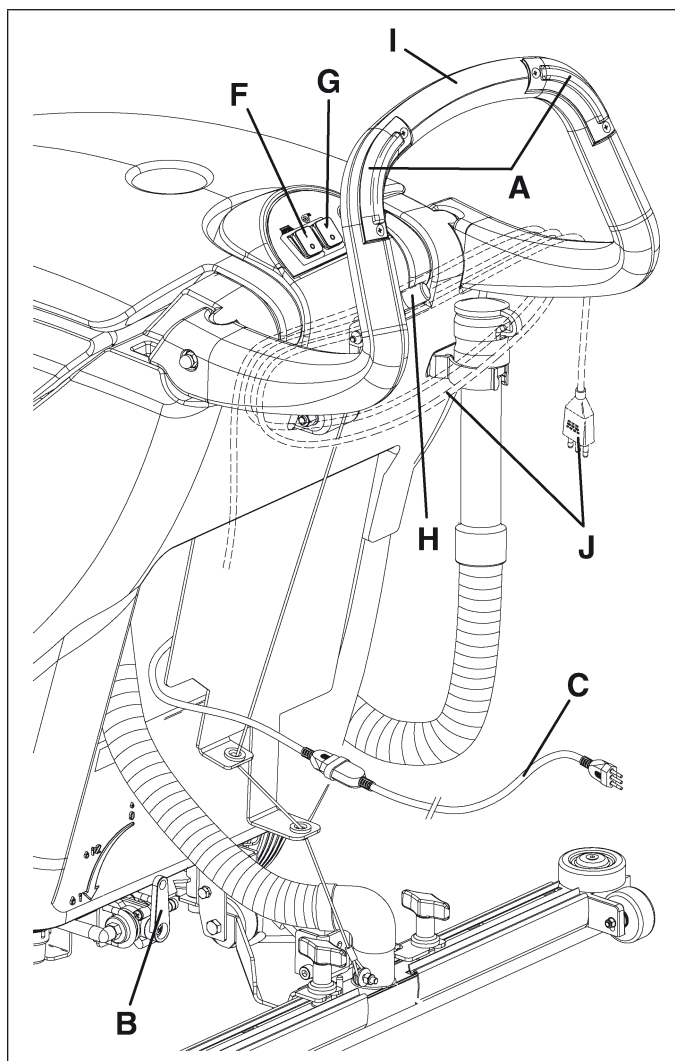

Figure 10
2. Tout en gardant les mains sur le guidon (I, Fig. 10), déplacer la machine et commencer le travail de lavage/séchage du sol.
ne pas utiliser la brosse/disque à sec lorsque la machine est au repos, arrêter la rotation de la brosse/disque au moyen du bouton-poussoir (A, Fig. 10).
Avant de soulever la brosse/disque, en arrêter la rotation au moyen du bouton-poussoir (A, Fig. 10).
3. Si besoin est, modifier la quantité de solution distribuée à la brosse/disque, à l'aide du levier (B, Fig. 10).
1. Positionner les interrupteurs de rotation brosse et d'aspiration (F et G, Fig. 10) sur "0".
2. Débrancher la fiche du câble d'alimentation (C, Fig. 10) du réseau électrique. Enrouler le câble d'alimentation autour du guidon en position (J).
3. Soulever l'embouchure en tournant le levier (H, Fig. 10) vers le haut, jusqu'à fin de course.